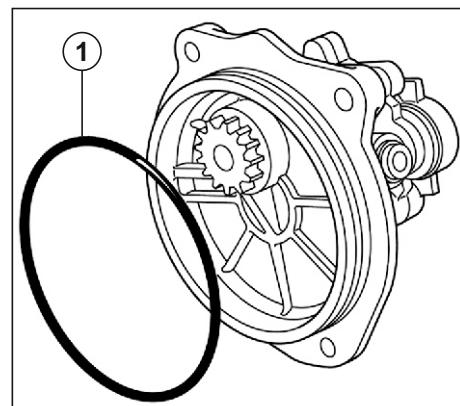

Рис. 99. Установка насоса топливоподкачивающего.
1. Заменить старое уплотнение (1) на новое (см. Рис. 99).
2. Смазать новое уплотнение (1) моторным маслом.